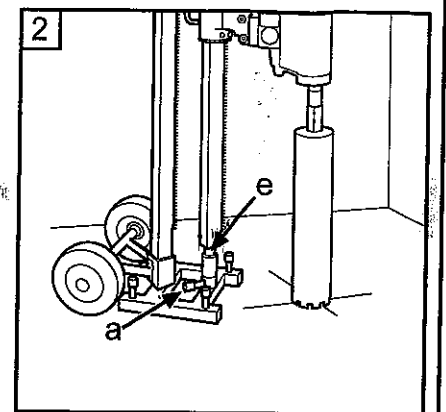

Fig.15
5. Kontrollera borkronans läge. Justera borrarplaren genom att lossa de båda låsskruvarna (b och c). Drag fast skruvarna ordentligt innan borrning. Lås stämmskruven i låshylsan med låsskruv (a) och mutter (e), drag åt med 24/ 30 mm nyckel (Fig. 15).